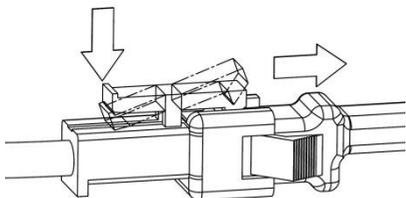

Рисунок 12
- Снимите алюминиевый фильтр, нажав на пружинную защелку. После очистки фильтра, оставьте его до полного высыхания. Не устанавливайте фильтр до тех пор, пока он не высохнет. (Рисунок 12)